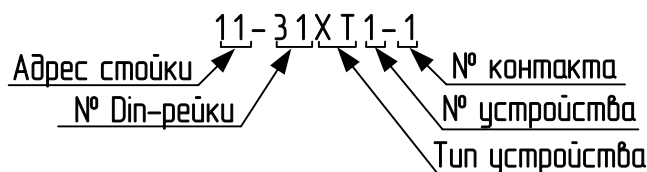

Рисунок 5.4 – Нумерация устройств (приборов) на DIN-рейке
5.6 Нумерация устройств (приборов) на DIN-рейке, расположенных с монтажной стороны стойки (рисунок 5.4) состоит из адреса стойки, номера DIN-рейки, типа устройства, номера устройства и номера контакта.